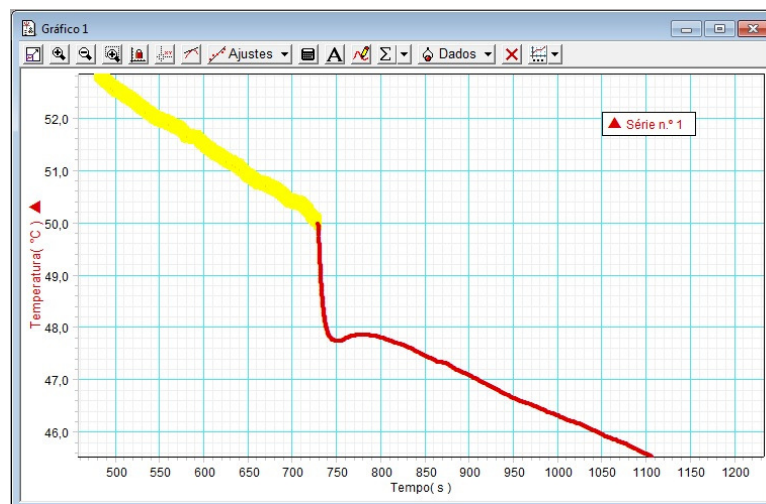

Figura 4 - Gráfico obtido com a parte I selecionada.
- Uma vez obtido o gráfico, selecione o trecho referente à parte I da Figura 1, conforme a Figura 4.